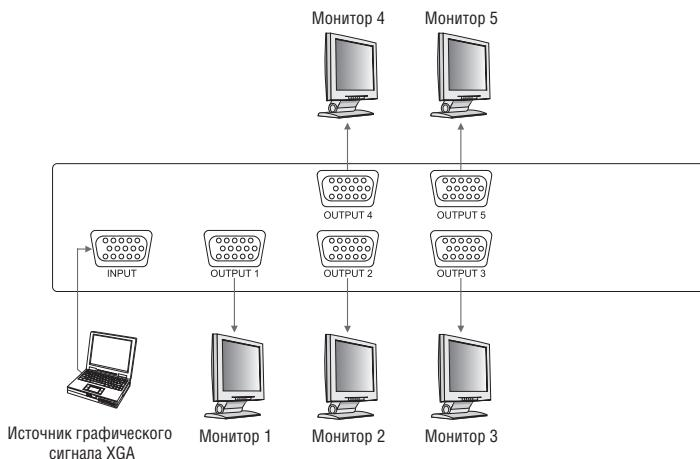

Рис. 5. Использование VP-5xl с пятью мониторами
Подключение источников и приемников сигнала, аналогичное для всех моделей усилителей-распределителей, иллюстрируется на примере **VP-5x1** (рис. 5).
4. Присоедините сетевой шнур² (не показан на рис. 5).